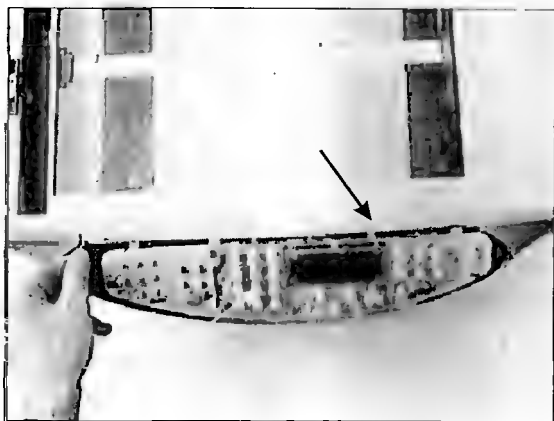

Рис. 9.13
- Снимают плату управления МФУ. Для этого отжимают защелку (рис. 9.13) вниз и сдвигают плату вправо на себя, она легко выйдет из корпуса. Отсоединяют разъем с обратной стороны платы. Для извлечения платы из пластмассового каркаса необходима отвертка типа T5. Откручивают все винты с обратной стороны и снимают плату.